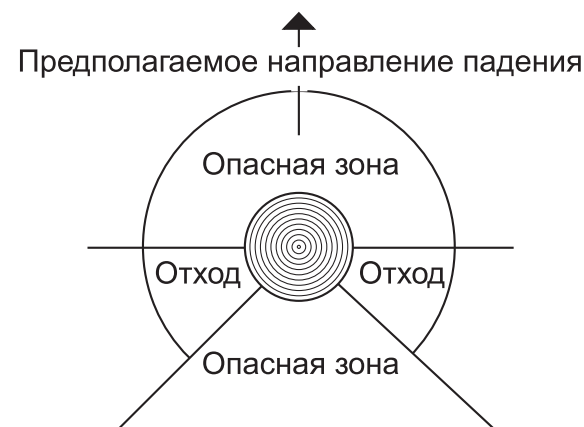

Рисунок 11 — Опасная зона при валке дерева
- Уберите подлесок вокруг дерева, наметьте и расчистите путь отхода, принимая во внимание любое препятствие или помехи (камни, ветви, ямы и т.п.). Ваша линия отхода (см. рис. 11) должна вести от ожидаемой линии падения под углом назад.
- Опасная зона — это зона окружающая дерево диаметром, равным 2,5 его длины (см. рис. 11). Убедитесь, что во время валки в этой зоне нет людей.